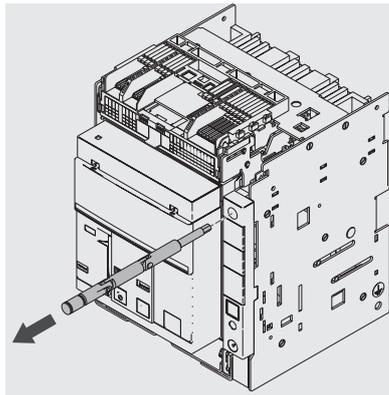

Abbildung 33
4. Die Trennkurbel aus ihrem Sitz herausziehen. Siehe Abbildung 33.